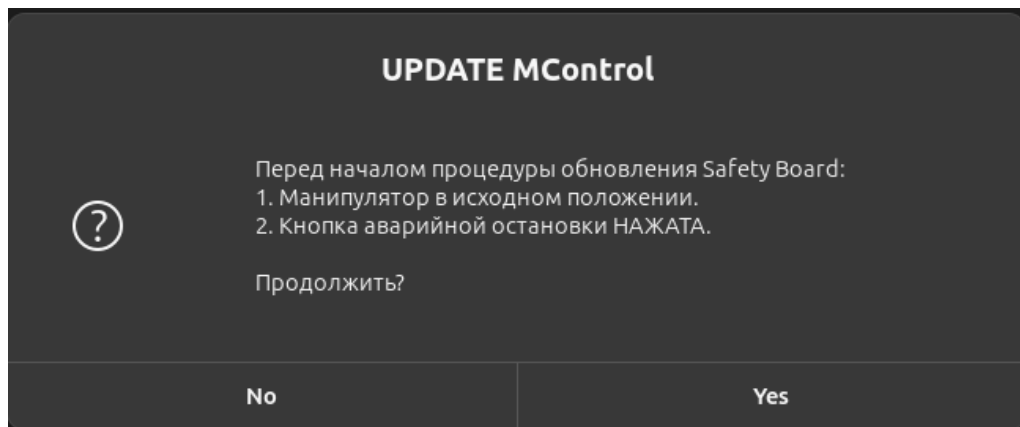

Рисунок II-66 – Предупреждение
- «Safety Board» – отобразится предупреждение «Перед началом процедуры обновления Safety Board: 1) Манипулятор в исходном положении. 2) Кнопка аварийной остановки НАЖАТА. Продолжить?» (см. Рисунок II-66);